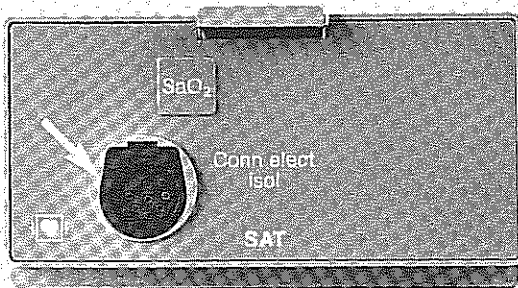

Bild 6
- * Legen Sie den Sensor wie in Abschnitt 6.8.2 beschrieben an und verbinden ihn mit dem SAT-Modul (Bild 6).